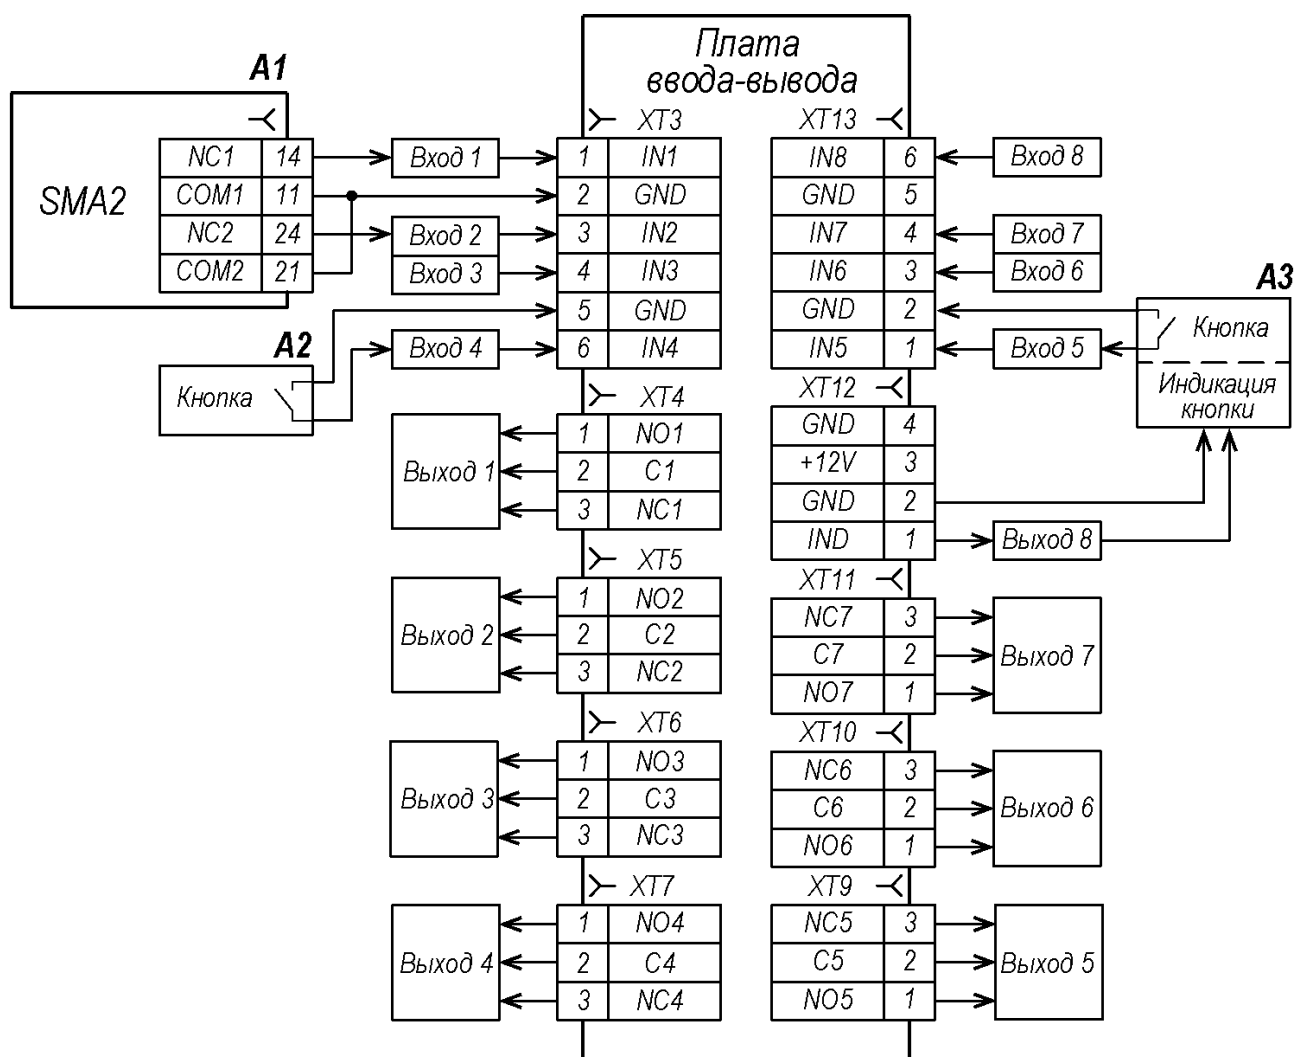

Рисунок 6. Схема подключения входов и выходов
Содержание монтажных операций дано с учетом рекомендаций, приведенных в разд. 8.1. Оборудование и инструменты, необходимые при монтаже, перечислены в разд. 8.2. Номера позиций указаны в соответствии с рис. 1 и 2. Расположение клеммных колодок на плате ввода-вывода (27) стойки показано на рис. 3, назначение контактов клеммных колодок указано в табл. 1. Схема подключения приведена на рис. 6. Используемые при подключении типы кабелей указаны в табл. 2.
7. Подключите кабели от других устройств к соответствующим клеммным колодкам платы ввода-вывода (27) согласно схеме на рис. 6. Схемы подключения дополнительного оборудования приведены в разд. 8.7.
8. Подключите кабель *Ethernet* (31) к свободному разъему коммутатора (22).
9. Термостат вентиляции и обогрева (17) отрегулирован на производстве для работы в заявленном температурном диапазоне (см. разд. 2) и не нуждается в дополнительной настройке. В случае необходимости дополнительной регулировки с помощью синего (правого) терморегулятора устанавливается максимальная температура, при достижении которой будет включаться вентилятор (28) для охлаждения стойки, а с помощью красного (левого) терморегулятора – минимальная температура, при достижении которой будет включаться обогрев (20) стойки. При этом минимальную температуру включения обогрева